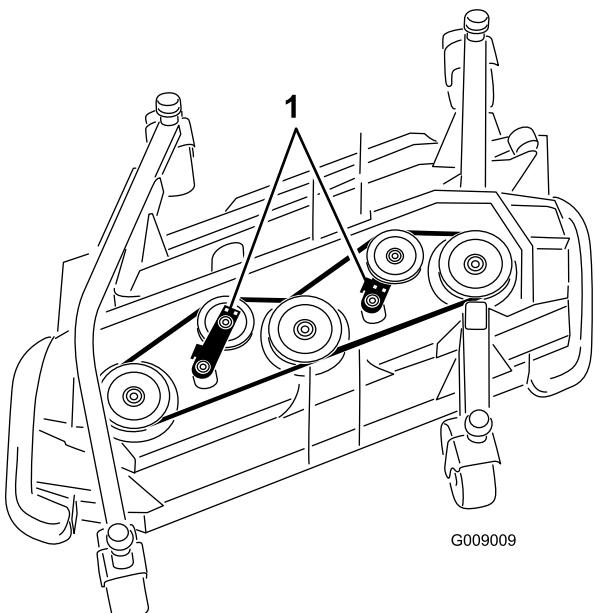

Рисунок 124
5. Используя гаечный ключ с храповиком или аналогичный инструмент, отодвигните натяжной ролик от приводного ремня, чтобы ослабить ремень и снять его со шкивов (Рисунок 124).